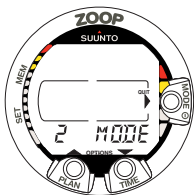

Abb. 4.1. Modus-Option im Hauptmenü. [2 MODE].
1. Aktivieren Sie das Menü, indem Sie einmal den SMART (Mode)-Kontakt im Tauchgangsmodus drücken (Abb. 4.1).